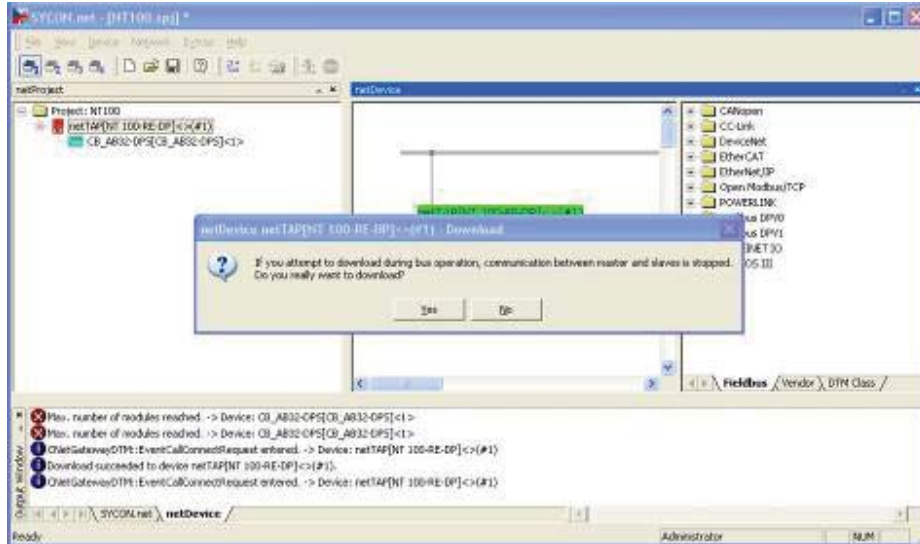

图 26
(26) 至此，完成了所有参数配置，右击 NT 100 图标，选择“Download”，在弹出的对话框中单击“Yes”，进行配置信息的下载，如图 26 所示：